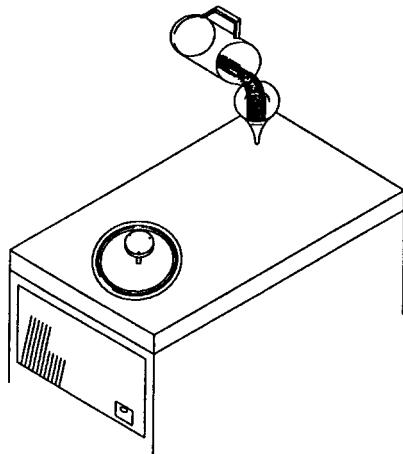

Fig. 8
11. Giet de oplossing met behulp van de bijgeleverde trechter voorzichtig in de ingetrokken opening (zie fig. 8).